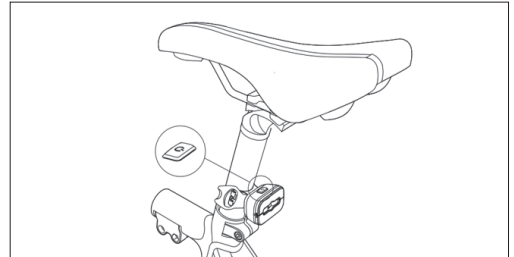

Abbildung 9-2
- b. Montieren Sie das Rücklicht auf dem Sattelrohr, wie in **Abbildung 9-2** gezeigt.